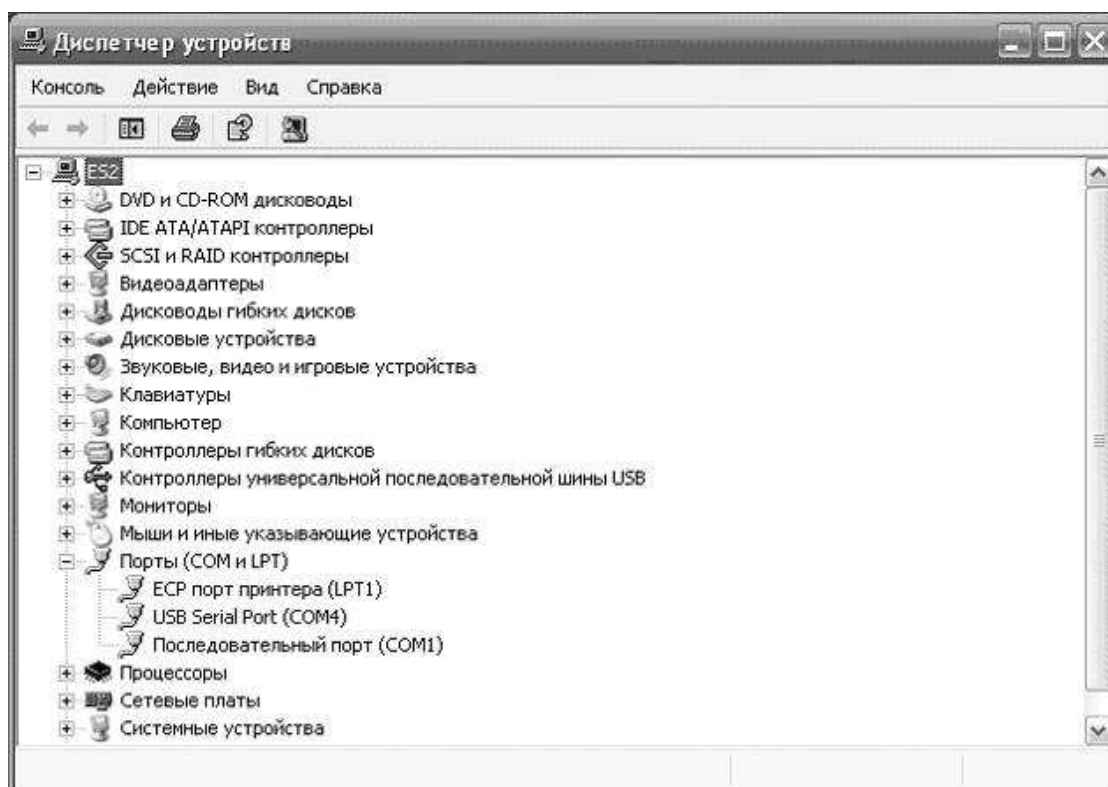

Рис. 12 Порт TMB-2 в списке устройств компьютера
2. Открыть диспетчер устройств компьютера. Для этого следует правой кнопкой мыши щелкнуть по значку «Мой компьютер» на рабочем столе и выбрать пункт «Свойства». Затем в открывшемся окне выбрать вкладку «Оборудование» и нажать на кнопку «**Диспетчер устройств**». Откроется окно диспетчера устройств (рис. 12). Порт прибора обозначен как «USB Serial Port» . В скобках указан назначенный системой порт.